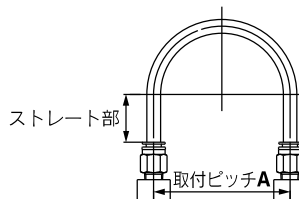

図1 推奨配管図
- ① ワンタッチ管継手に配管する際は図1の推奨配管条件にて、チューブ長さに余裕を持った配管をお願いいたします。